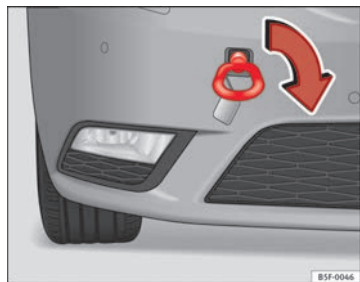

Abb. 133 Vorderer Stoßfänger rechts: Eingeschraubte Abschleppöse
- Schrauben Sie die Abschleppöse bis zum Anschlag in das Gewinde ein ⇒ **Abb. 133** und ziehen Sie sie mit dem Radschlüssel fest an.